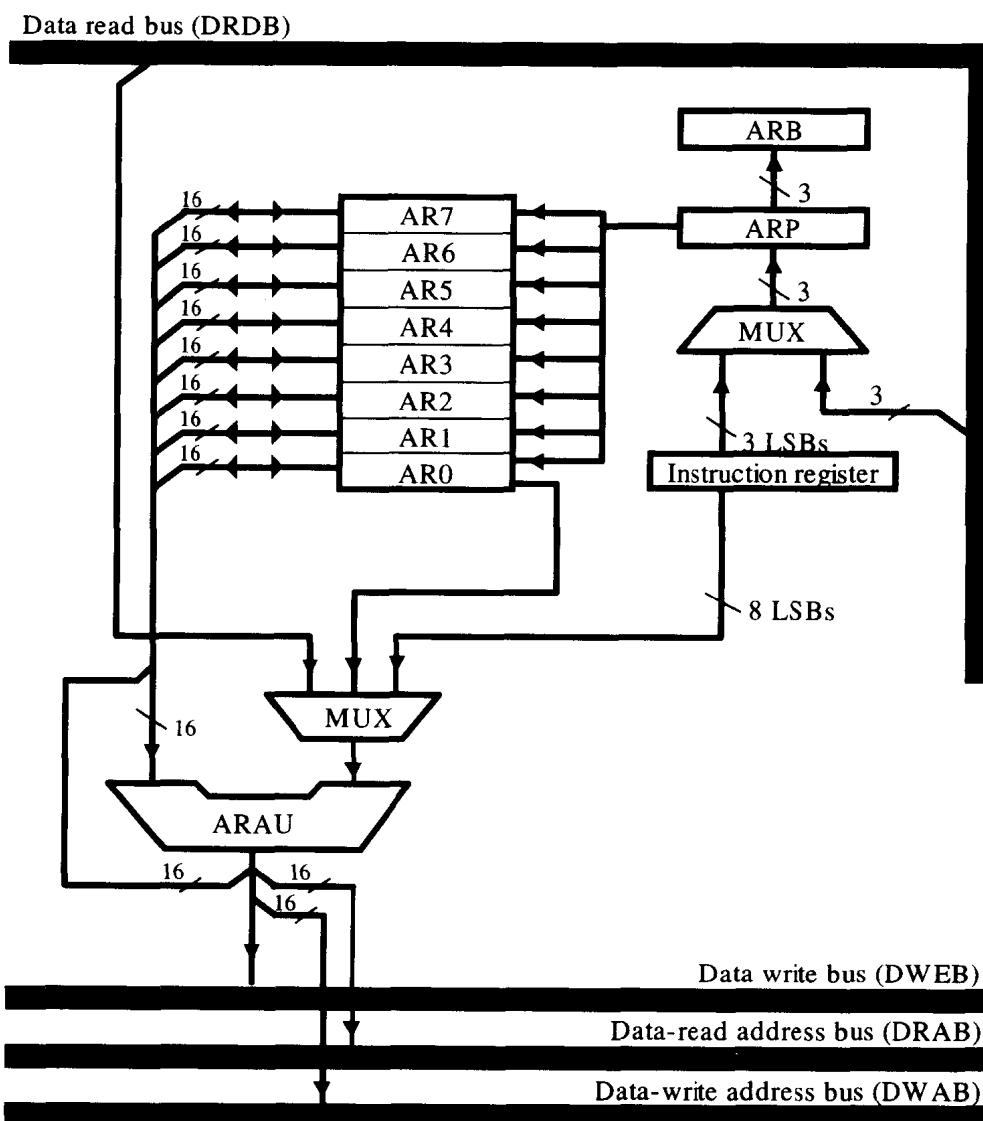

图 1-3 辅助寄存器工作模块图
3. 辅助寄存器运算单元 (ARAU: Auxiliary Registers Arithmetic Unit) 及辅助寄存器 (AR: auxiliary registers) 如图 1-3 所示。